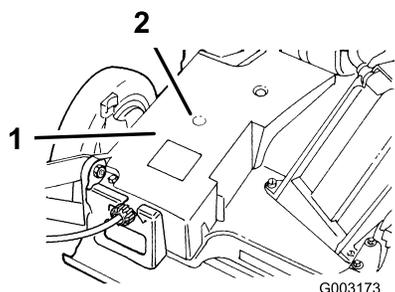

Figure 23
2. Raccordez une pompe à graisse au graisseur dans l'ouverture du couvercle de courroie (Figure 23).